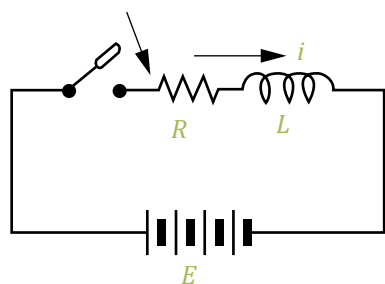

Figura 3. Circuito R-L serie
Para llegar a comprender el origen y el mecanismo de la evolución de estos valores con el tiempo de la corriente eléctrica continua, se hace necesario analizar un circuito eléctrico formado por una resistencia y una inductancia conectadas en serie, comúnmente denominado "circuito tipo R-L", alimentado con una tensión continua, como nos muestra la figura 3. En ella podemos ver en forma esquemática la fuente de tensión (E), una resistencia que representa a toda la del circuito (R), de la misma manera, una autoinducción (con su correspondiente coeficiente de autoinducción L) y un interruptor, todos unidos por los cables. Así, se ha formado un circuito eléctrico R-L serie.